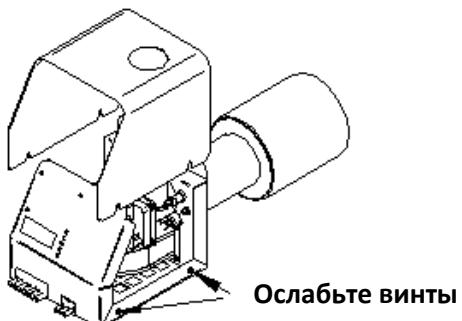

Рисунок 7
1. Снимите крышку горелки, ослабив 4 винта крышки. Винты можно не снимать, Рисунок 7.